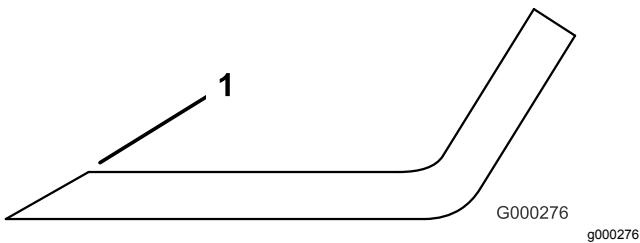

Figure 114
- Examinez les tranchants de toutes les lames et affûtez-les s'ils sont émoussés ou ébréchés. N'affûtez que le haut du tranchant et conservez l'angle de coupe d'origine pour obtenir une coupe nette (Figure 114). Limez la même quantité de métal sur chacun des deux tranchants pour ne pas déséquilibrer la lame.